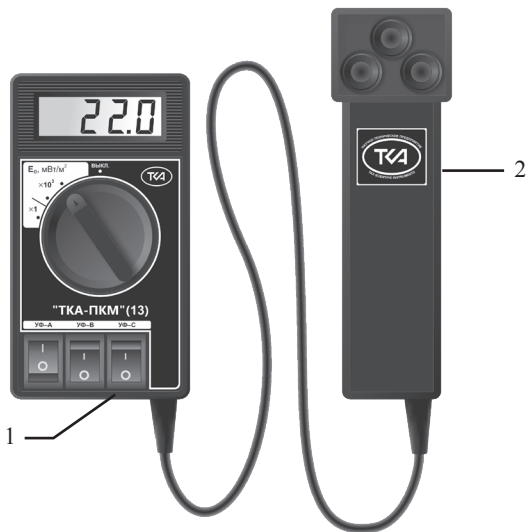

Рис.1. Внешний вид прибора “ТКА-ПКМ”(13)
5.1. Приборы комбинированные выпускаются в компактном портативном исполнении. Конструктивно прибор состоит из двух функциональных блоков: фотометрической головки и блока обработки сигнала, связанных между собой гибким многожильным кабелем (рис. 1).